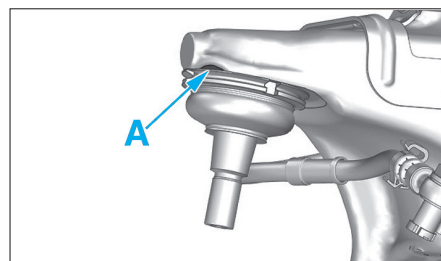

Fig. 26
- Mettre en place l'outil [1], à l'aide de l'écrou (2).
- Serrer la rotule (1) au couple prescrit.
- Freiner la rotule (1) dans les encoches (A) du support de pivot avant (Fig.26).